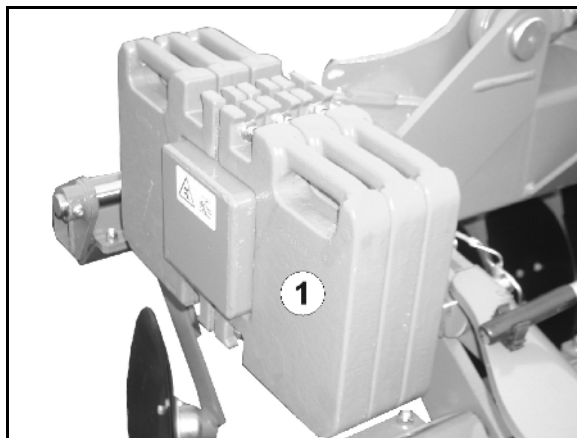

Bild 34
Dra ut säkerhetsbultarna (Fig. 34/2) före inställningen.
Efter inställningen fixerar och säkrar du distanselementen (Fig. 34/1) med säkerhetsbultar och spärrar (Fig. 34/3).
2. Sväng ut de bakre distanselementen (börja från stoppbrickan (Fig. 34/4), på båda bommarna).
2. Sväng ut de främre distanselementen (börja från stoppbrickan (Fig. 34/4) på båda bommarna).